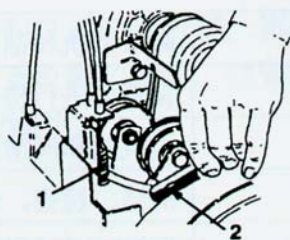

图 28
4. 压紧控制杆，弹簧中心线圈插一个 0.10 英寸 (0.25mm) 的塞尺。(图 28)